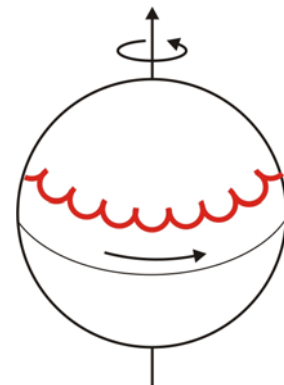

Abb. 10
2. Die in 3.1 beschriebenen Verhältnisse beobachtet man nur unter sehr speziellen Anfangsbedingungen. Drehen Sie die Stange D in den Kreiselrahmen und bringen Sie bei B ein Ausgleichsgewicht zur Stange an (kräftefrei). Machen Sie dann den Kreisel mit der Zusatzmasse E weiter außen schwer und werfen Sie ihn auf ca. 30 Hz an. Wenn Sie das Stangenende D zunächst noch fest halten, beobachten Sie beim plötzlichen Loslassen eine Bewegung der Figurenachsse wie in Abb. 10. Können Sie das deuten?